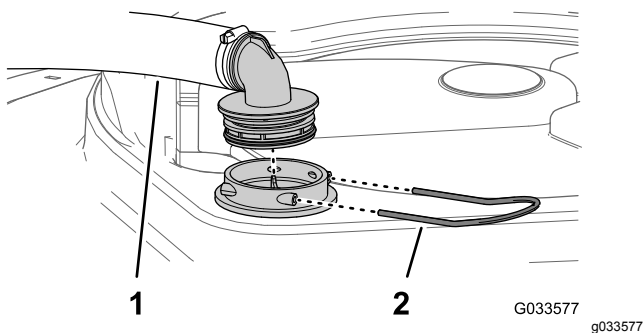

図 101
2. タンク上部で、フィルタハウジングからの太いホースについているフィッティングを固定しているリテーナを外す 図 101。
3. フィルタハウジングからホースとフィッティングを取り外す 図 101。